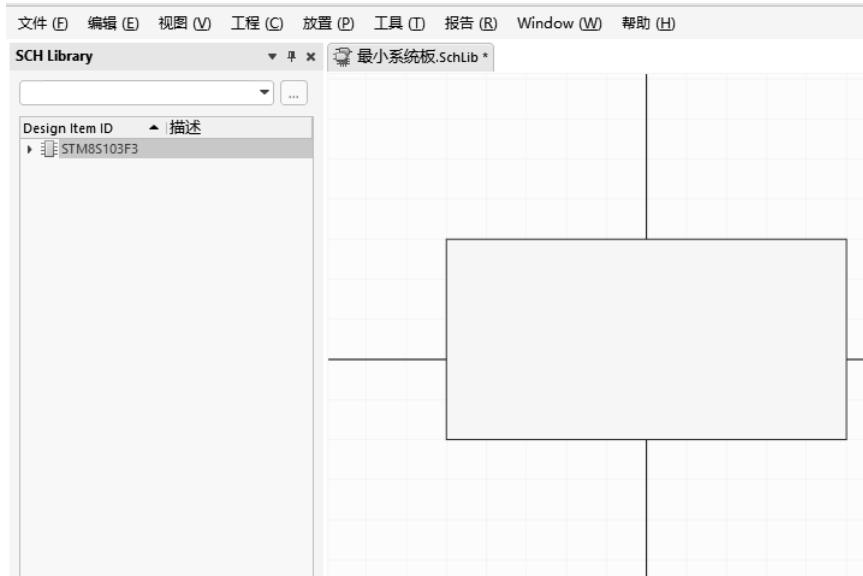

图 13-4 放置矩形框
(1) 在元件库编辑器界面中，执行菜单命令“工具-新器件”，创建一个新的元件，命名为“STM8S103F3”。
(2) 执行菜单命令“放置-矩形”，放置一个矩形框，如图 13-4 所示。